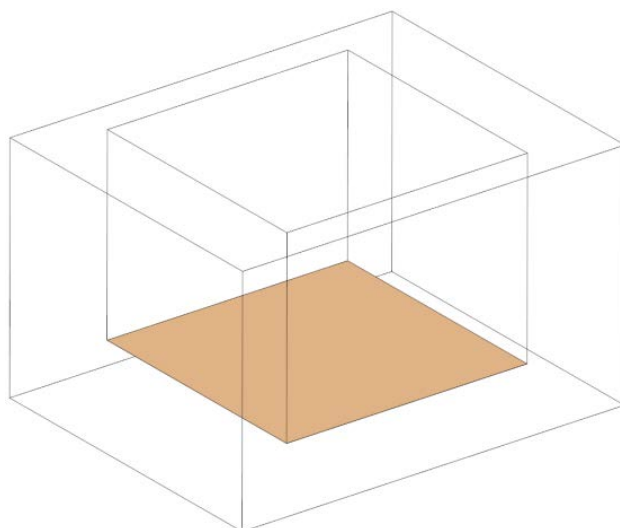

Рисунок 3 – Дно котлована выровнено песком
2. Выровнять песчаной смесью дно котлована (см. Рис. 3).